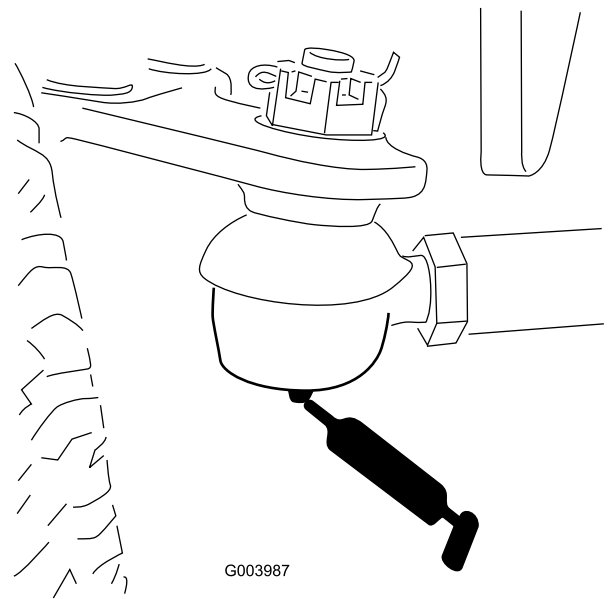

Figura 34
- Tirante del eje trasero (2) (Figura 34)